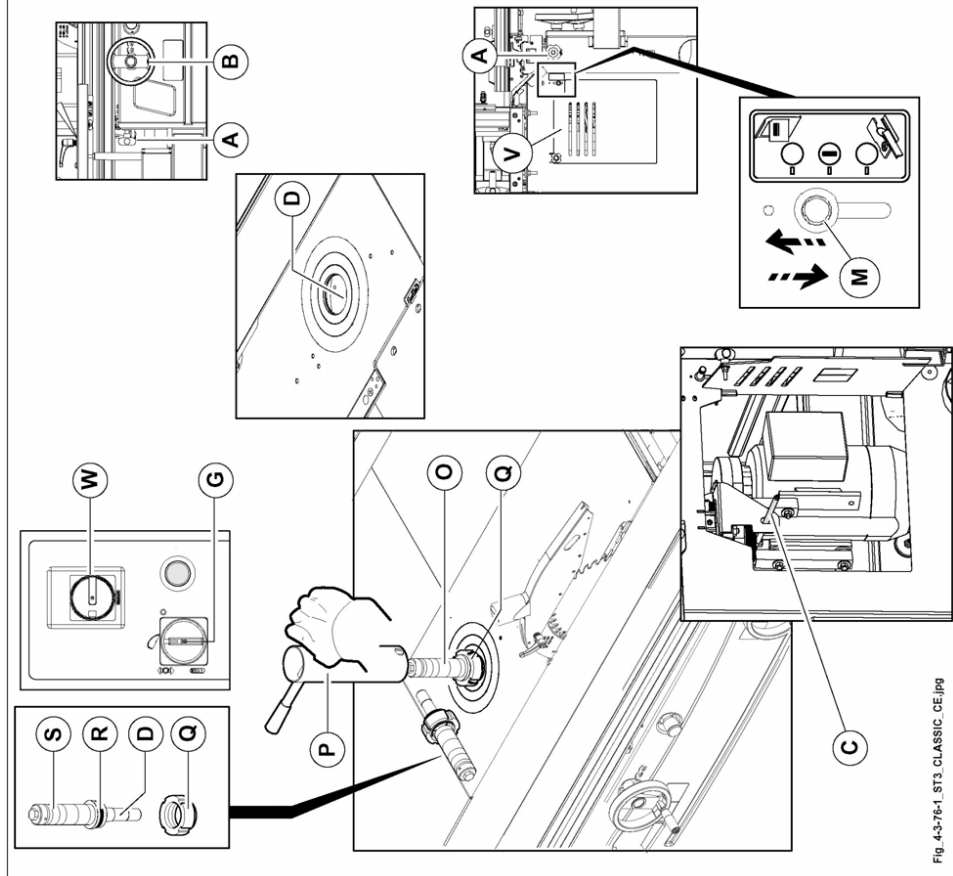

Abb. 4.3.76-1
- 1) Den Wahlschalter (G Abb. 4.3.76.1) auf das Symbol () drehen.
- 2) Die Motorbremse des Fräsaggregats lösen. Dazu den Wahlschalter (W Abb. 4.3.76.1) in Schaltstellung "I" drehen.
- 3) Den Knauf (A Abb. 4.3.76.1) lösen.
- 4) Die Frässpindel auf max. Höhe heben; dazu das Handrad (B Abb. 4.3.76.1) drehen.
- 5) Den Hebel (M Abb. 4.3.76.1) anheben (er wirkt auf einen Mikroschalter der das Starten des Motors verhindert).
- 6) Die vordere Tür (V Abb. 4.3.76.1) öffnen.
- 7) Die Drehung der Frässpindel blockieren. Dazu letztere manuell drehen, bis sie mit dem zusätzlichen Zapfen (C Abb. 4.3.76.1) arretiert werden kann.
- 8) Den Spanning (Q Abb. 4.3.76.1) mit dem Schlüssel (P Abb. 4.3.76.1) gegen den Uhrzeigersinn herausdrehen, bis man das Futter (O Abb. 4.3.76.1) abziehen kann.
- 9) Den Spanning mit der Hand herausdrehen und vom Futter abnehmen und am neuen Futter (S Abb. 4.3.76.1) festdrehen, bis er den Gummiring berührt (R Abb. 4.3.76.1). Danach noch eine halbe Umdrehung fester ziehen.
- 10) Sicherstellen, dass die Kegelflächen (D Abb. 4.3.76.1) und die Gewinde des Futters und der Spindel sauber sind, keine Dellen haben und exakt eben sind.
- 11) Das neue Futter einsetzen und bis zum Gummiring (R Abb. 4.3.76.1) eindrehen, danach noch eine halbe Umdrehung fester ziehen und den Spanning (Q Abb. 4.3.76.1) festziehen, indem man den Schlüssel (P Abb. 4.3.76.1) im Uhrzeigersinn dreht.
- Die Drehung der Fräsenwelle durch Abnahme des Dorns (C Abb. 4.3.76.1) entsperren.
Die Klappe (V Abb. 4.3.76.1) schließen.
Den Hebel (M Abb. 4.3.76.1) senken.